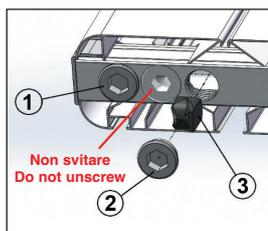

FIG. 1
- A (fig. 1) Svitare il tappo 2 con chiave esagonale da 12 mm
- B (fig. 1) Utilizzando un giravite piatto inserire il diaframma 3 (art. A052) nel foro filettato e introdurlo nel collettore fino alla linguetta di blocco come di seguito indicato
- D Collegamento delle valvole con tubazioni dal pavimento: rimuovere i tappi 1 e 2 (fig. 1), inserire il diaframma come indicato al punto B per garantire la corretta circolazione del fluido, sostituire i tappi 1 e 2 con riduzioni 3/4"-1/2" sede conica (art. A350) oppure riduzioni sede piana (art. A351)
- A (fig. 1) Unscrew the plug 2 using a 12 mm hex wrench
- B (fig. 1) Insert the diverter 3 (Art. A052) into the threaded hole using a flat screwdriver and screw it into the manifold up to the locking tab as shown below
- D Connection of valves with piping from the floor: remove plugs 1 and 2 (Fig. 1), insert the diverter as shown in point B to ensure correct circulation of the fluid, replace plugs 1 and 2 with 3/4"-1/2" conical seat reductions (art. A350) or flat seat reductions (art. A351)